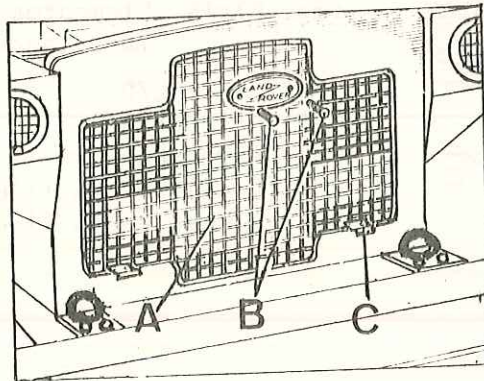

Fig. Q1-12 Elementos de fijación de la rejilla del radiador
- 2.2. Desmontar la rejilla, A (Fig. Q1-12) del radiador, soltando los tornillos de fijación, B.